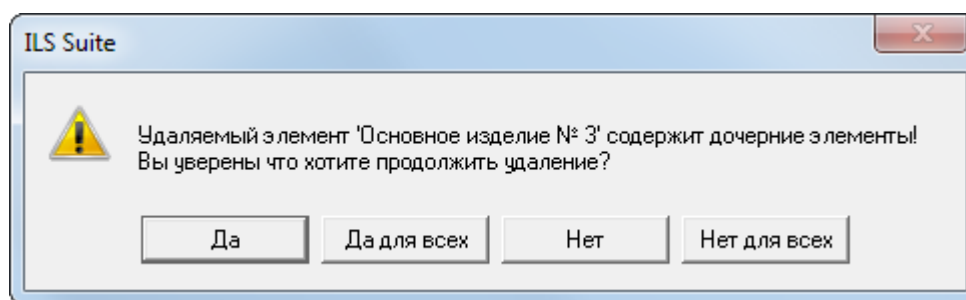

Рис. 20-18 – Диалоговое окно при наличии экземплярного состава
6) Если экземплярный состав был создан, то появляется диалоговое окно, приведенное на рис. 20-18.